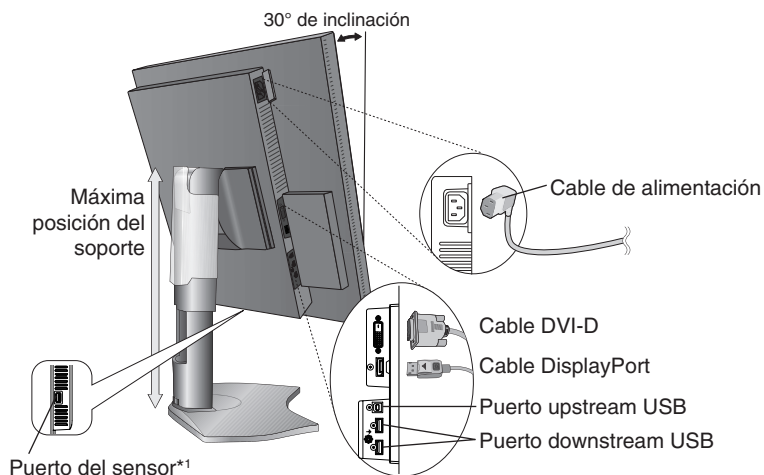
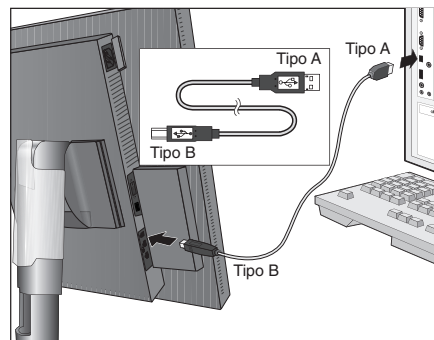

Figura C.1
Figura C.1a
- Conecte todos los cables en los conectores correspondientes (**figura C.1**). Al utilizar el cable USB, conecte el conector del tipo B al puerto USB de upstream en la parte trasera derecha del monitor y el conector del tipo A al puerto de downstream del ordenador (**figura C.1a**). Si está utilizando el cable de un dispositivo USB, conéctelo a uno de los puertos downstream del monitor.